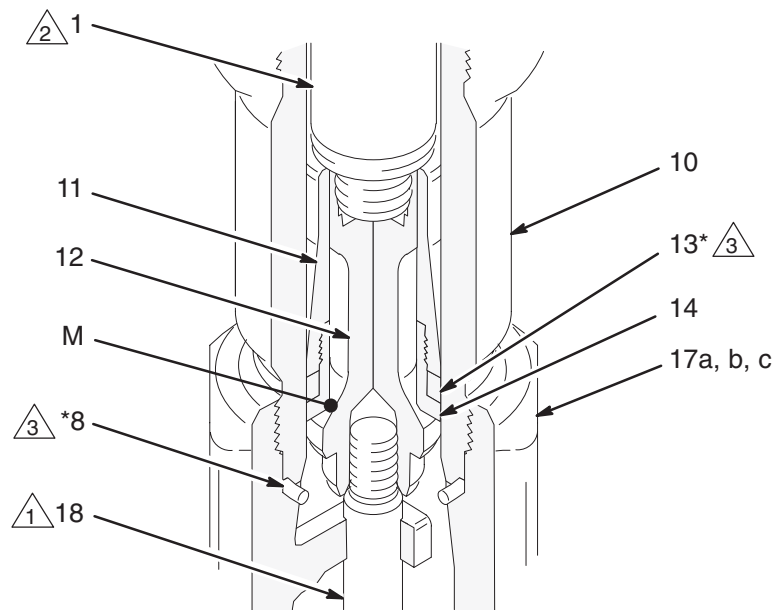

Abb. 12
9. Die Dichtung (8) von unten aus dem Zylinder (10) nehmen. Siehe Abb. 12. Mit einer Lampe die Innenflächen des Zylinders auf Kratzer oder Beschädigungen untersuchen. Den Zylinder nur dann mit einer Rohrzanze vom Auslassgehäuse abschrauben, **wenn er beschädigt ist oder Anzeichen von Materialleckage an der oberen Zylinderdichtung (8) erkennbar sind**. Obere Zylinderdichtung entfernen.
10. Die Schlüssel­flächen der Kolben­stange (1) in einen Schraubstock einspannen. Den Kolben (12) von der Kolben­stange abschrauben; die Schöpfkolben­stange (18) kommt ebenfalls heraus. Kolben­führung (11) und Sitz (14) vom Kolben (12) herunterschieben.
11. Die Schöpfkolben­stange (18) muss nur dann vom Kolben (12) entfernt werden, wenn Beschädigungen an einem der beiden Teile bemerkt werden. Zum Auseinanderbauen die Schlüssel­flächen des Kolbens in einen Schraubstock einspannen und die Stange abschrauben.
12. Die Kolben­führung (11) wie in Abb. 11 gezeigt in einen Schraubstock einspannen. Mit einem verstellbaren Schlüssel den Kolbensitz (14) von der Führung abschrauben. Die Dichtung (13) entfernen; immer durch eine neue ersetzen. Oberflächen (M) von Kolben (12) und Kolbensitz (14) auf Beschädigung oder Verschleiß überprüfen. Siehe Abb. 12.
- 1 Kolbenrückschlagventil (siehe Abb. 12).